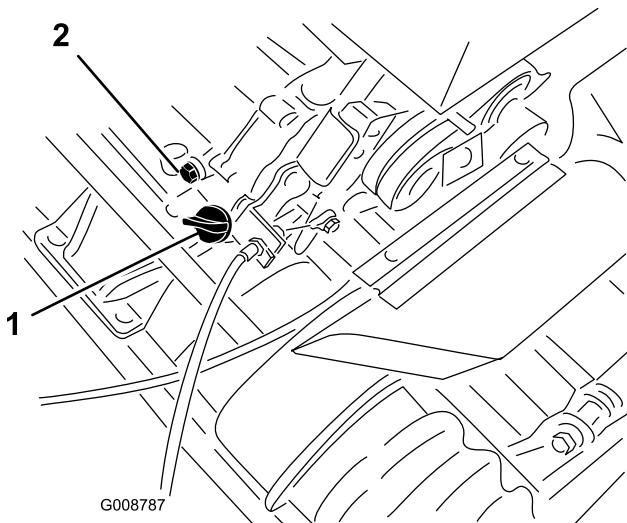

Figura 19
1. Coloque el cortacésped con el motor nivelado, y límpie la zona alrededor del indicador del nivel de aceite (Figura 19).
2. Coloque un recipiente debajo del tapón de vaciado, en la parte trasera de la máquina (Figura 19).